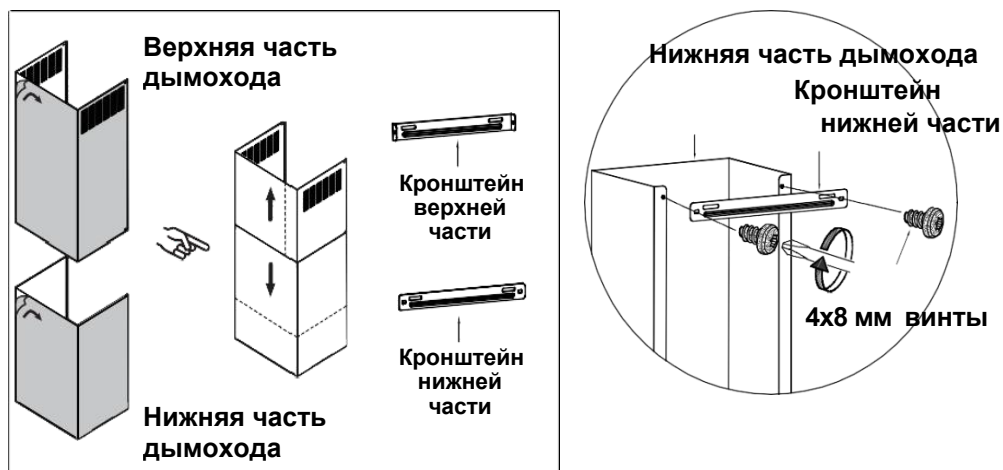

Рисунок 12
11. Закрепите кронштейн нижней части декоративного дымохода на нижнюю часть корпуса с помощью двух винтов 4*8 мм. (см. рисунок 12)